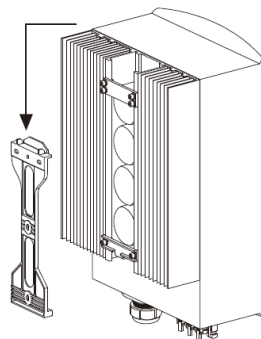

Рисунок 4.6 – Крепежный элемент
- Для установки инвертора совместите паз кронштейна на задней стенке инвертора с выступом на крепежном элементе. Затем медленно опускайте инвертор вниз вдоль крепежного элемента до его фиксации (см. Рисунок 4.6).